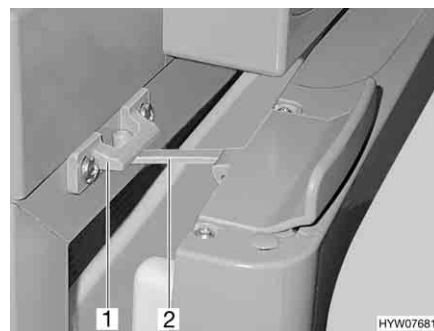

Fig. 185 Porta del frigorifero in posizione di ricircolo d'aria (Thetford)
- Aprire il bloccaggio (Fig. 185,2) e innestarlo nella sede di bloccaggio (Fig. 185,1). In questo modo la porta del frigorifero rimane ferma in posizione socchiusa.